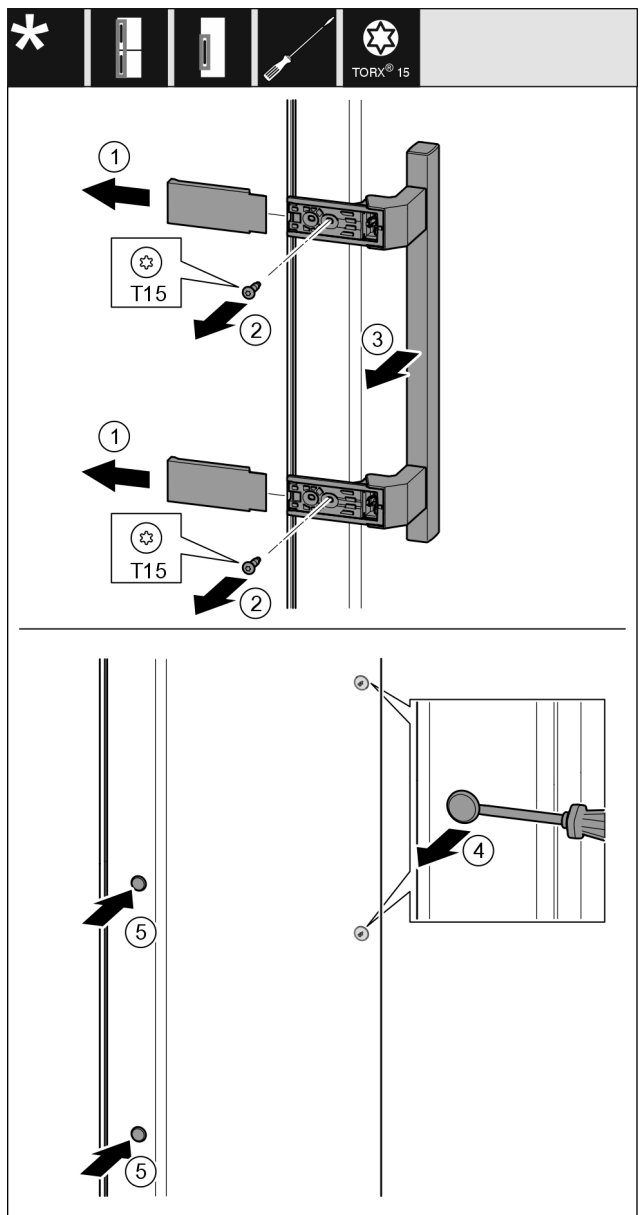

Fig. 21
- Abdeckung Fig. 21 (1) abziehen.
- Schrauben Fig. 21 (2) mit Schraubendreher herausdrehen.
- Griff Fig. 21 (3) abnehmen.
- ▶ Seitlichen Stopfen Fig. 21 (4) vorsichtig mit einem Schlitzschraubendreher anheben und herausziehen.
- ▶ Stopfen Fig. 21 (5) auf der anderen Seite wieder einsetzen.